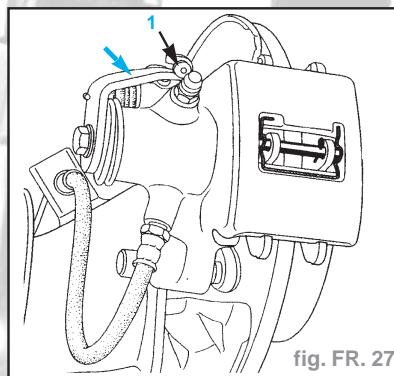

fig. FR. 27
- Tendre progressivement les câbles au niveau du réglage central afin de mettre en contact l'embout (1) avec le levier sans déplacement de celui-ci (fig. FR. 27).